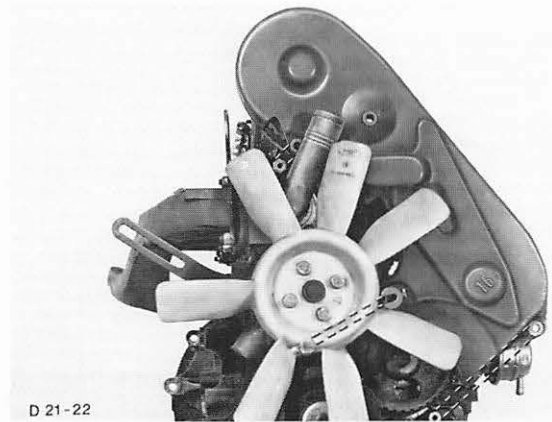

Abb. 268 Zahnriemenschutzblech entfernen
2. Kühler ausbauen (4 Schrauben) und Zahnriemenschutzblech entfernen (3 Schrauben), Abb. 268 Wasserauslaßstutzen abschrauben (2 Schrauben).